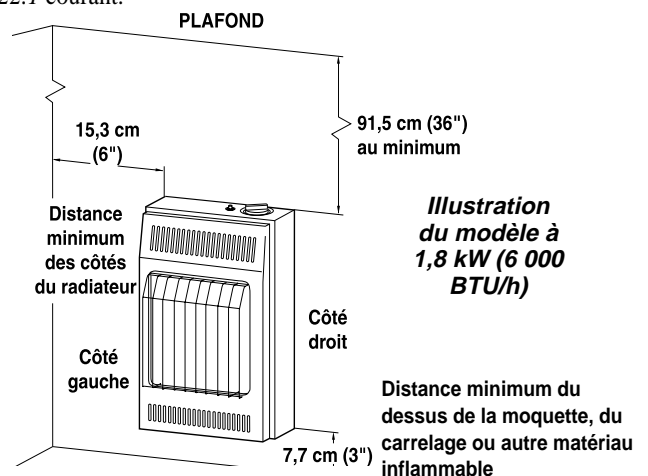

Figure 4 - Espaces à laisser libres, vus de l'avant du radiateur
**⚠ AVERTISSEMENT : Maintenir les distances minimum indiquées à la figure 4. Dans la mesure du possible, placer l'appareil plus loin du sol, du plafond et du mur attenant.**